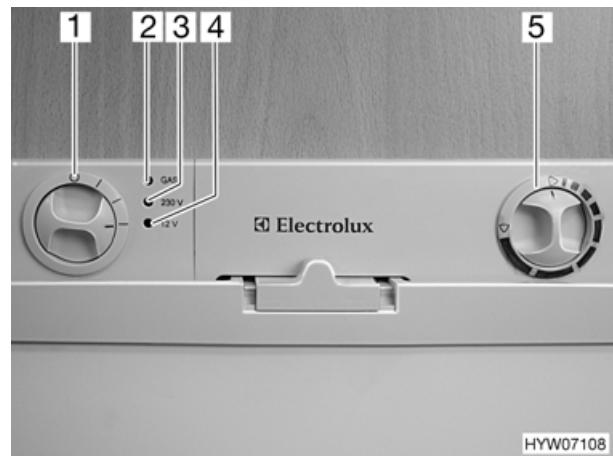

Bild 85 Bedienelemente für Kühlschrank (Variante 3)
- Energie-Wahlschalter (Bild 85,1) auf "GAS" stellen.
- Drehregler (Bild 85,5) auf maximale Leistung stellen. Die Gaszufuhr ist geöffnet. Der Zündvorgang erfolgt automatisch. Ein tickendes Geräusch ist hörbar, bis der Zündvorgang erfolgreich abgeschlossen ist. Die Betriebsanzeige "GAS" (Bild 85,2) leuchtet gelb.
- Energie-Wahlschalter (Bild 85,1) auf "O" stellen. Das Gerät ist abgeschaltet.
- Energie-Wahlschalter (Bild 85,1) auf "230 V" stellen. Die Betriebsanzeige "230 V" (Bild 85,3) leuchtet grün.
- Kühltemperatur mit dem Drehregler (Bild 85,5) einstellen.
- Energie-Wahlschalter (Bild 85,1) auf "12 V" stellen. Die Betriebsanzeige "12 V" (Bild 85,4) leuchtet grün.